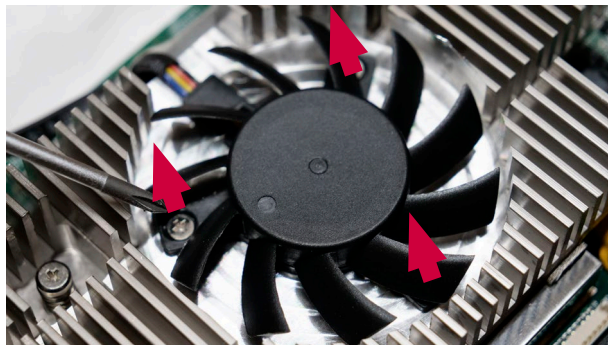

Figura 24 Scoateți șuruburile din ventilator.
b) Deșurubați cele trei șuruburi care fixează ventilatorul (Figura 24).
f) Introduceți și strângeți cele trei șuruburi (cuplu max. 0,3 Nm) care fixează ventilatorul (a se vedea Figura 24).